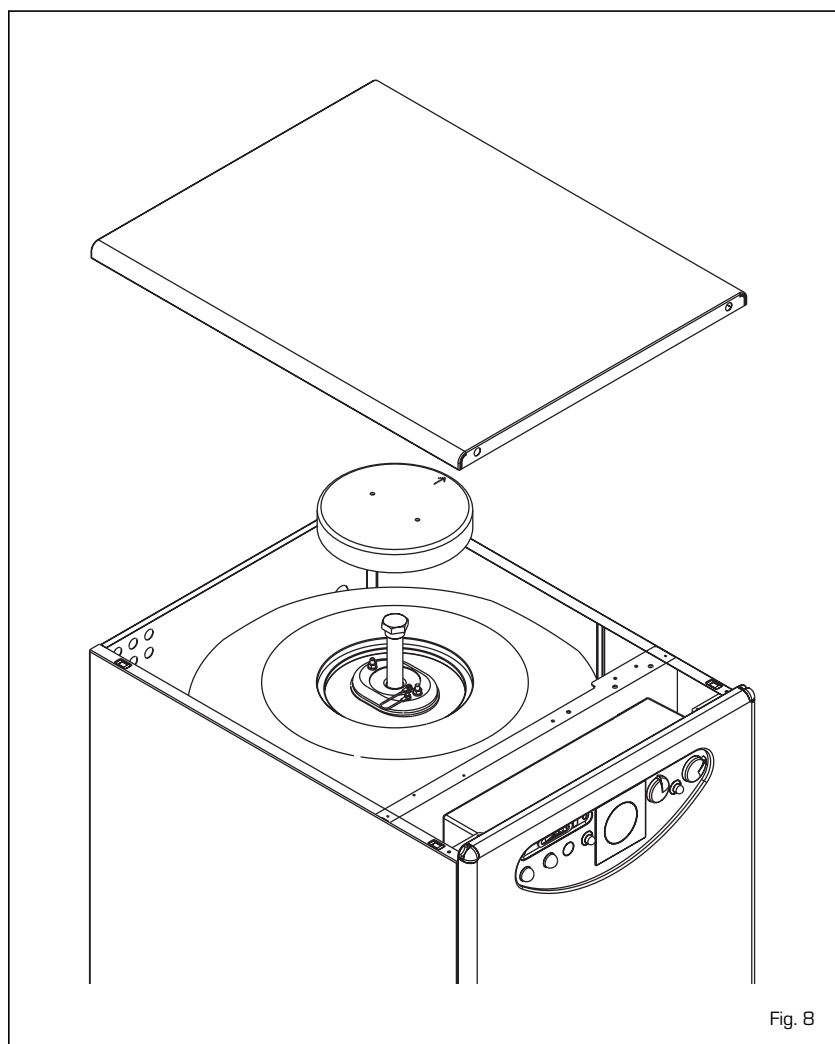

Fig. 8
3.3.2 Anodo di protezione bollitore (fig. 8)